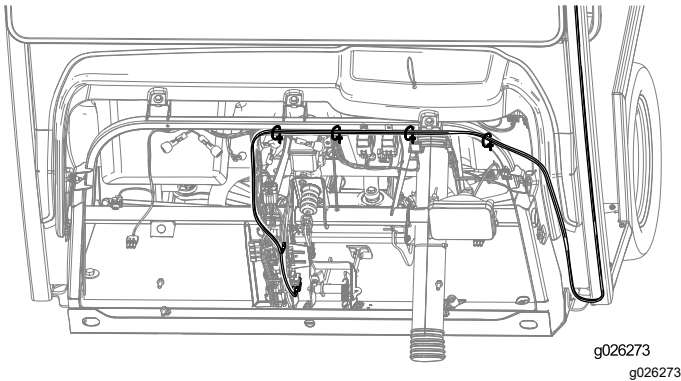

Figure 33
1. Acheminez le faisceau de câblage comme montré à la Figure 33 et attachez-le avec les 4 serre-câbles.